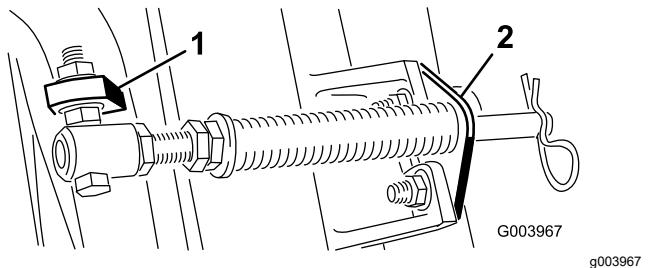

Bild 6
Hinweis: Positionieren Sie den Schraubenkopf zur Außenseite der Nase, wie in Bild 6 dargestellt.
4. Montieren Sie die Stangenhalterung mit den Schlossschrauben und Muttern an den Mähwerkernasen (Bild 6). Befestigen Sie die